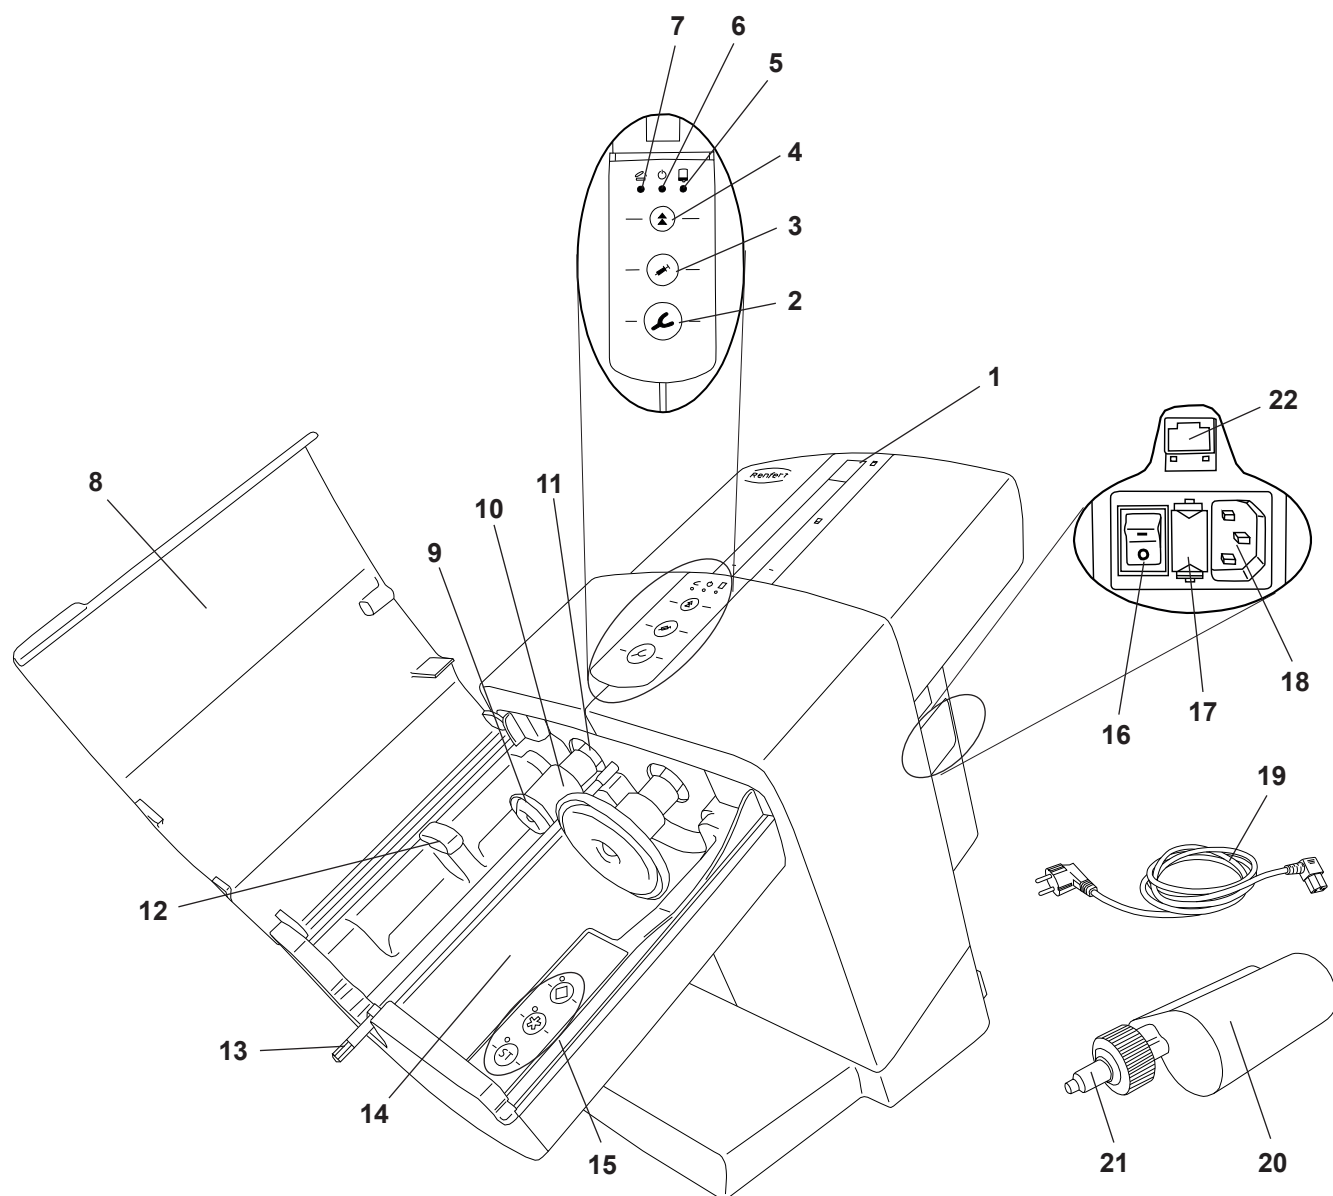

Fig. 1
⇒ Inserire il cordone di rete (19, Fig. 1) incluso nella confezione nella presa per l'allacciamento di rete.
⇒ Chiudere il coperchio dell'apparecchio (8, Fig. 1).
- ◆ Gli stantuffi (9, Fig. 1) tornano indietro nella posizione iniziale e si arrestano in questa posizione.
È possibile inserire e sostituire una cartuccia, solo quando i due stantuffi (9, Fig. 1) si trovano nella posizione di partenza.
⇒ Aprire il coperchio dell'apparecchio (8, Fig. 1).
Finché il coperchio dell'apparecchio non è chiuso in modo corretto, la spia LED a luce rosso "coperchio dell'apparecchio" (7, Fig. 1) rimane accesa.
- Porta-impronta (2), elevata velocità di estrusione
- Siringa (3) bassa velocità di estrusione
- ◆ L'asta esagonale (13, Fig. 1) comincia a ruotare e si inserisce automaticamente nel puntale miscelatore (21, Fig. 1) prima di fermarsi nuovamente.